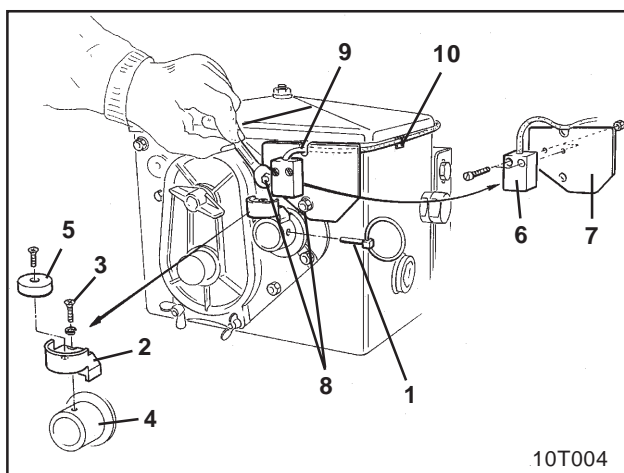

Fig. 6.2
- Quitar el pasador abatible (Fig. 6.2/1, une el agitador con la transmisión).
- Atornillar el soporte de magneto (Fig. 6.2/2) al eje hueco de reductor (Fig. 6.2/4) con tornillo con rosca cortante M4 x 10 (Fig. 6.2/3) y arandela elástica.
- Atornillar el magneto (Fig. 6.2/5) al soporte de magneto con un tornillo de rosca cortante M4 x 10 .
- Atornillar el sensor (Fig. 6.2/6) al soporte del sensor (Fig. 6.2/7).
- Atornillar el soporte de sensor (Fig. 6.2/7) con dos tuercas de cajas (Fig. 6.2/8) al reductor.
- Tender el cable de sensor (Fig. 6.2/9) hasta la cabina del tractor.
- Fijar el cable a la sembradora con láminas adhesivas (Fig. 6.2/10) y fijador de cable. Las superficies de adherencia deben estar limpias y sin grasa.
- Meter el pasador abatible (Fig. 6.2/1) en el eje hueco de reductor.